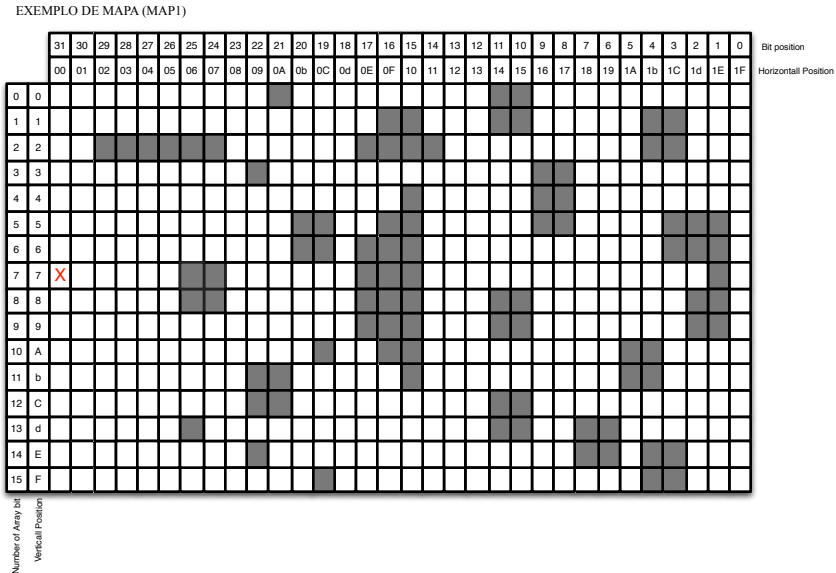

Figura 2: Exemplo de test drive para preenchimento das memorias.
**TESTES** No moodle da disciplina são fornecidas as unidades que fazem os mapas de obstaculos (MAP1.vhd, MAP2.vhd, MAP3.vhd, MAP4.vhd). Duas delas estão sem preencher e os alunos podem anotar a posição dos obstaculos. O exemplo de mapa de obstáculos (MAP1) é mostrado na Figura 2.
*Dica: O aluno pode conferir o mapa da Figura 2 com a unidade MAP1.vhd e descrever as unidades MAP3 e MAP4 de forma similar.*